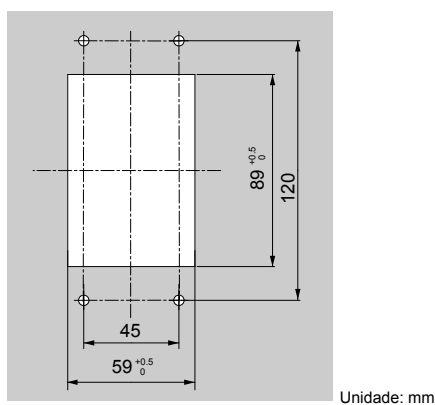

Figura 2.12 Dimensões de recorte do painel (instalação da montagem embutida/interna)
1. Corte uma abertura no painel do gabinete para o operador digital como mostrado em Figura 2.12.